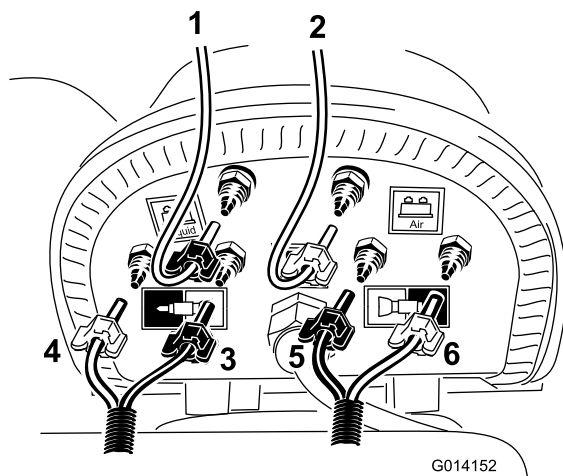

Figure 17
Remarque: Raccordez le tube transparent à l'embout **bleu** ou d'eau sur le compresseur illustré à la Figure 17. Fixez les deux tubes avec une bride bleue. La gaine des tubes devra être à nouveau coupée en raison de la longueur du réservoir.
3. Localisez le flexible de boucle court coupé précédemment et raccordez le tube transparent à l'embout restant sur le bouchon du réservoir, comme montré à la Figure 17.
5. Localisez le flexible de mousse acheminé vers la rampe gauche et installez les tubes bleu et transparent aux emplacements indiqués à la Figure 17.
6. Localisez le flexible de mousse acheminé vers la rampe droite et raccordez les tubes bleu et transparent aux emplacements indiqués à la Figure 17.